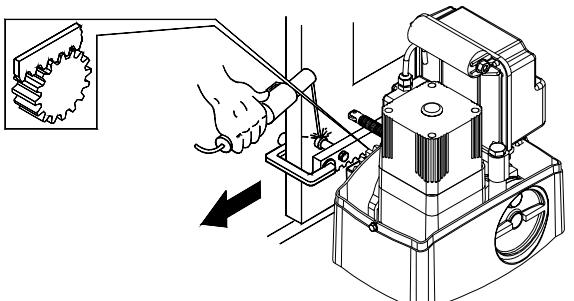

Fig.13
- Appoggiare sul pignone il primo pezzo di cremagliera a livello e saldare il nottolino filetato sul cancello come indicato in Fig.13.